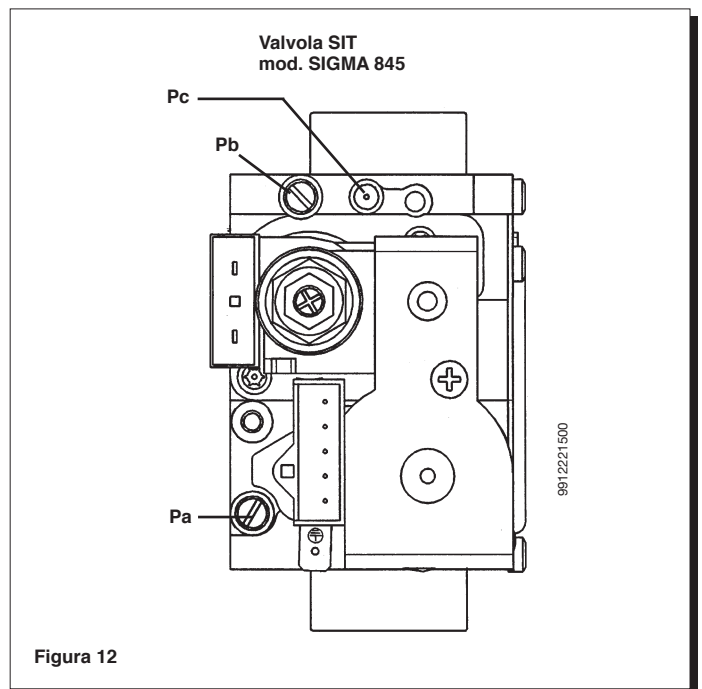

Figura 12
- collegare la presa di pressione positiva di un manometro differenziale, possibilmente ad acqua, alla presa di pressione (Pb) della valvola del gas (figura 12). Collegare la presa negativa dello stesso manometro alla presa di compensazione della caldaia posizionata nella parte
- aprire il rubinetto gas e ruotare la manopola (1) predisponendo la caldaia in posizione Inverno (☀️);
- verificare che la pressione dinamica di alimentazione della caldaia, misurata alla presa di pressione (Pa) della valvola del gas (figura 12 pagina 12) sia quella corretta (30 mbar per il gas butano, 37 mbar per il gas propano o 20 mbar per il gas naturale).